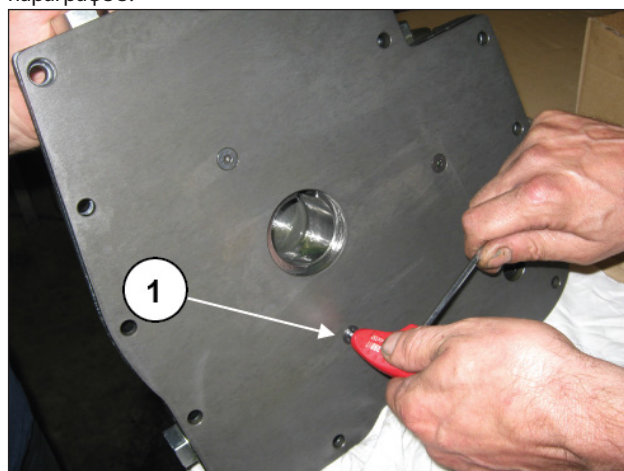

Рис. 153
Установите заднюю стенку корпуса масляного насоса, затянув три винта М6 (поз. ①, Рис. 153) с помощью динамометрического ключа с моментом, указанным в параграфе 3.